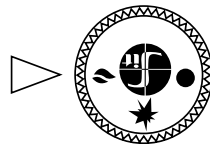

Рис. 8
- 7.4. В этом положении ручка управления удерживается **нажатая до упора**, одновременно нажимается (при необходимости несколько раз) кнопка пьезовоспламенителя, пока не загорится пилотная горелка (см. в смотровое окно). После того как загорится пилотная горелка, ручка **удерживается в нажатом состоянии не менее 30 секунд**, после чего ручка отпускается и переводится в положение «**факел**» (рис. 8). При переводе ручки управления в положение «**факел**», подача газа к главной горелке разблокируется.